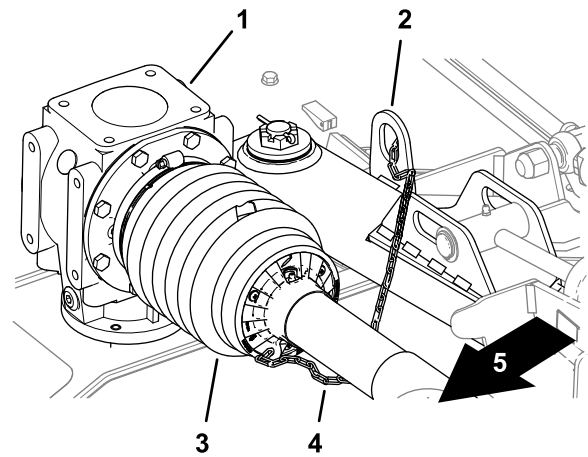

**Bild 18**
- 6. Prüfen Sie, ob die Rückhaltekette mit der hinteren Schutzabdeckung der Zapfwelle, der Schutzabdeckung der Antriebswelle und dem Rahmen des Mähers (**Bild 18** und **Bild 21**) verbunden ist.